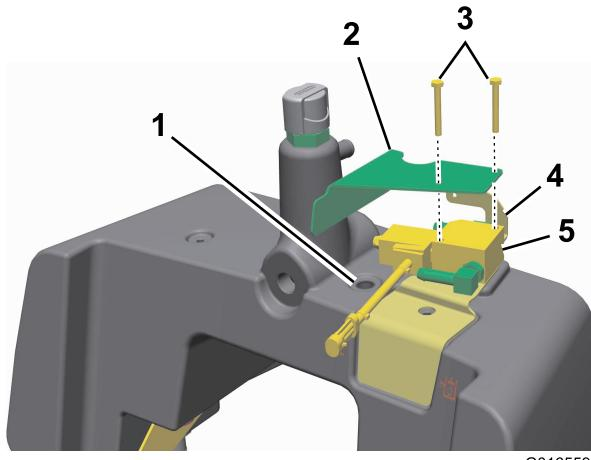

Figura 5
- Instale uma união hidráulica de 90 graus com rebordo no depósito hidráulico principal (Figura 5).